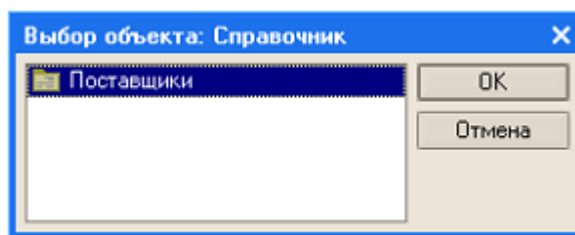

Рис. 18
- выполните пункт меню **Операции** → **Справочник** – откроется окно диалога **Выбор объекта: Справочник** (рис. 18);